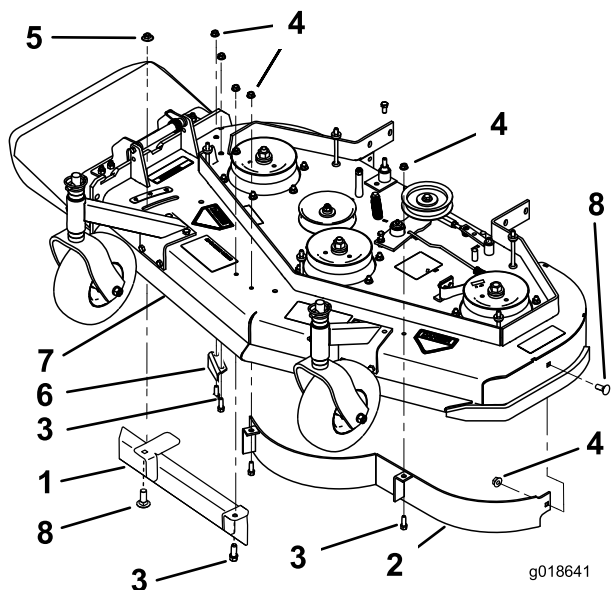
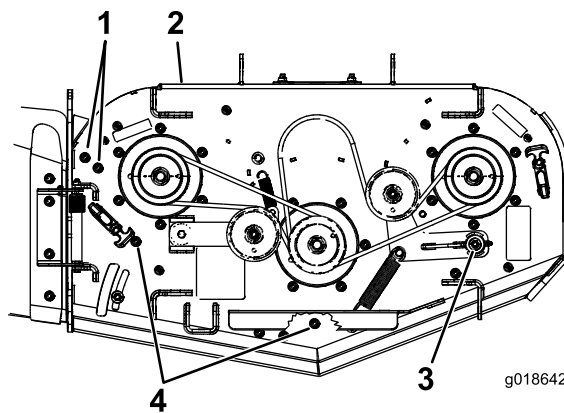

Figure 3
Figure 4
1. Enlevez les écrous et boulons qui fixent le déflecteur avant gauche en place (Figure 3 et Figure 4).
2. Enlevez les écrous et boulons qui fixent le déflecteur d'éjection en place (Figure 3 et Figure 4). Placez les écrous et boulons dans les trous après avoir déposé le déflecteur.
3. Enlevez le grand écrou à embase et le boulon ou le verrou à cames et la rondelle en le dévissant du déflecteur de débit réglable (Figure 3).
- Enlevez l'écrou et le boulon qui fixent le déflecteur de débit réglable en place (Figure 3).